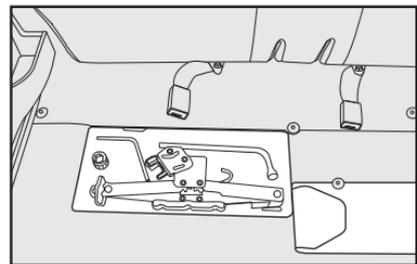

fig. 13
- Suelte las herramientas y quite el crিকে **fig. 13**, sacándolo de su alojamiento.